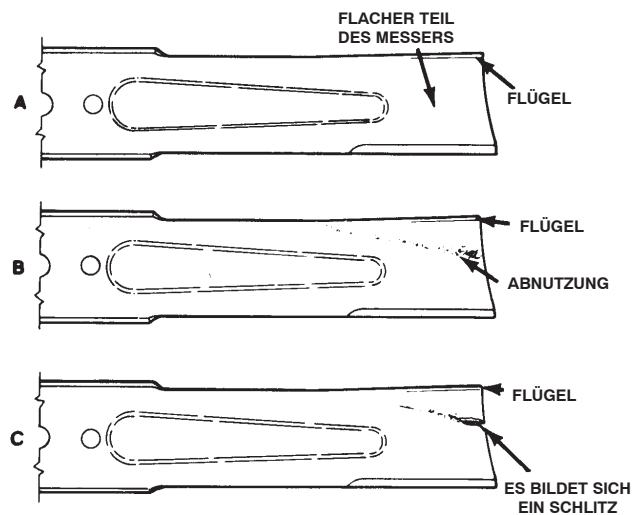

Bild 27
2. Prüfen Sie die Schnittkanten des Messers sorgfältig, insbesondere dort, wo die geraden Flächen die gebogenen berühren (Bild 27-A). Da Sand und anderes reibendes Material das Metall abschleifen kann, das die flachen mit den gebogenen Teilen verbindet, müssen Sie das Messer vor jedem Einsatz der Maschine prüfen. Tauschen Sie, wenn Sie einen Schlitz oder eine Abnutzung (Bild 27-B) feststellen, das Messer aus; siehe Entfernen des Schnitmessers auf Seite 24.
Wenn sich das Messer abwetzen kann, bildet sich ein Schlitz zwischen dem Windflügel und dem flachen Teil des Messers (Bild 27-C). Zuletzt kann sich ein Stück des Messers lösen und aus dem Gehäuse herausgeschleudert werden. Das kann zu schweren Verletzungen bei Ihnen selbst und Unbeteiligten führen.